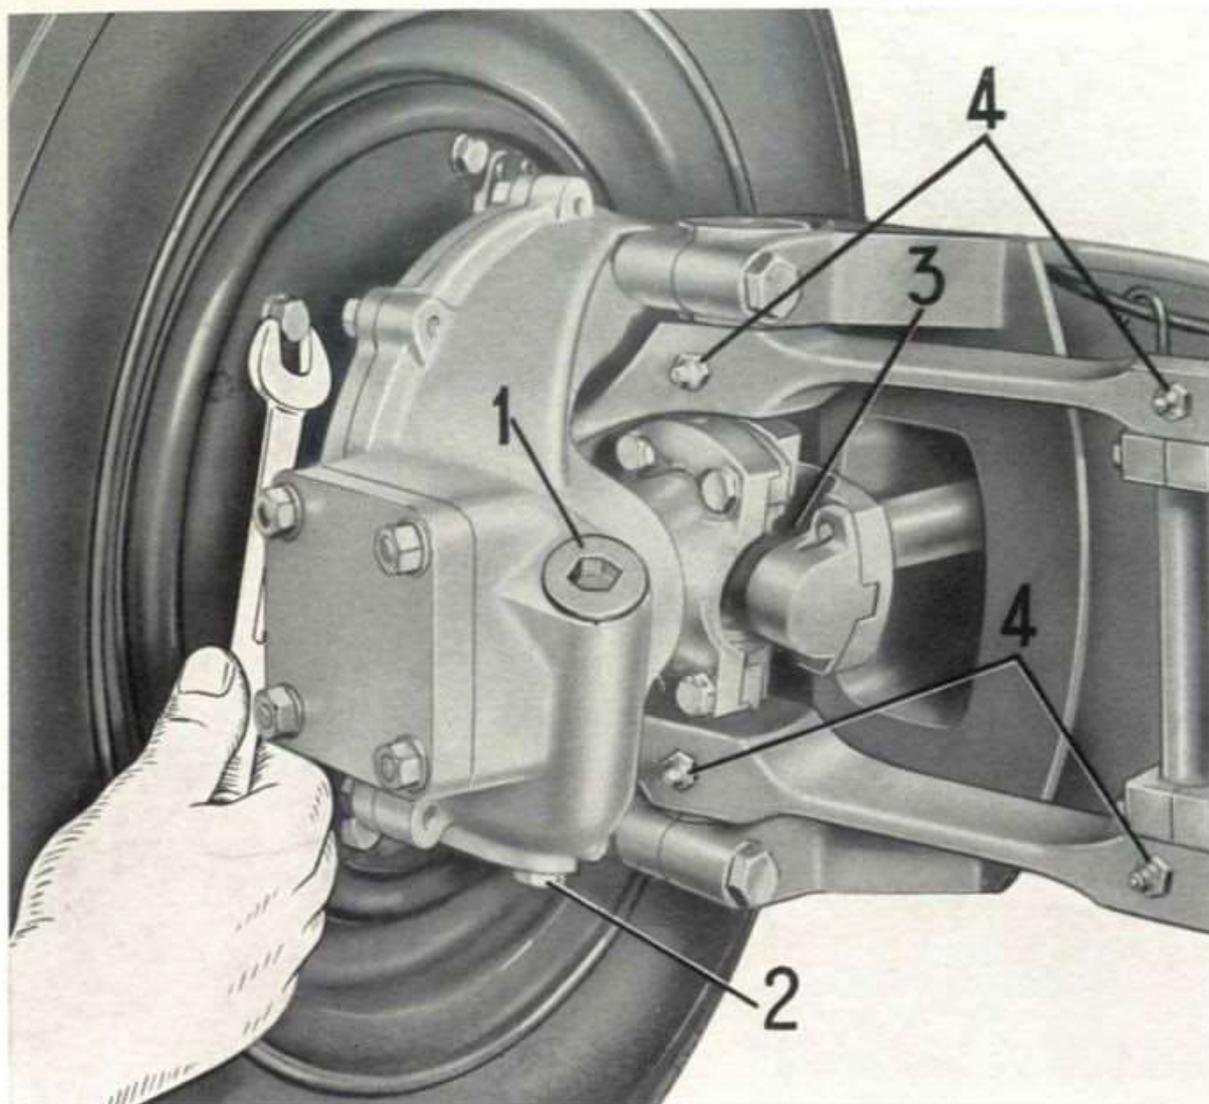

Fig. 36. - Regolazione freni posteriori.
RUOTE POSTERIORI (ved. fig. 36)
- N. 8 ingrassatori situati sulle due forcelle delle ruote posteriori (vedere 4 di fig. 36).
- N. 2 ingrassatori situati sulle crociere dei due giunti cardanici posteriori delle trasmissioni per ruote posteriori (ved. 3 di fig. 36).
- sollevare da terra una delle due ruote posteriori mediante apposito martinetto; indi ruotare opportunamente il perno eccentrico superiore di ciascuna ganascia, come dimostrato a fig. 36, fin quando la ruota rimane bloccata. Allentare alternativamente detti perni, in proporzioni uguali, quel tanto che occorre alla ruota per girare liberamente. Ripetere l'operazione sull'altra ruota; si ha così la certezza che entrambe le ruote sono registrate in modo uguale (con la stessa distanza fra tamburo e soles).